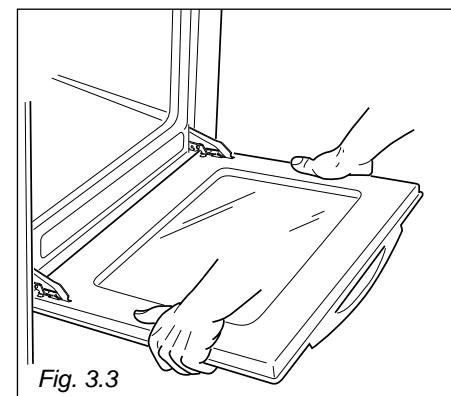
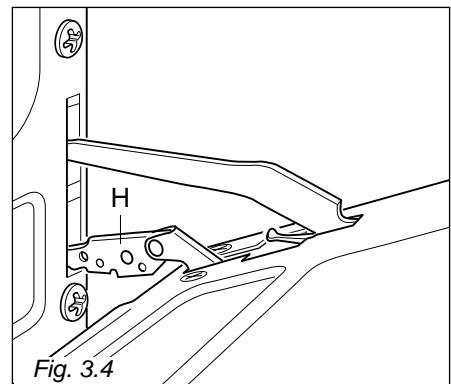

Fig. 3.3
Fig. 3.4
- Saisir la porte (comme indiqué sur la fig. 3.3) et, tout en la fermant, libérer les charnières comme illustré sur la fig. 3.4.
- Saisir la porte, en plaçant les deux mains près des charnières, et soulever les leviers "H" avec les index (fig. 3.4).